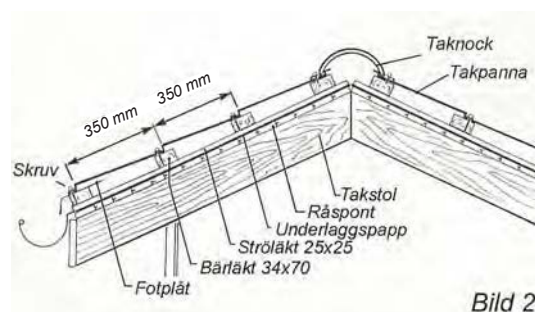

Bild 2
- Vi rekommenderar att Ni använder ströläkt, minsta dimension 25x25 mm. Ströläkten spikas över varje takstol c/c 600 mm (Se bild 2). Bärsläkt bör vara minst 34x70 mm och den skall reglas på c/c 350 mm.